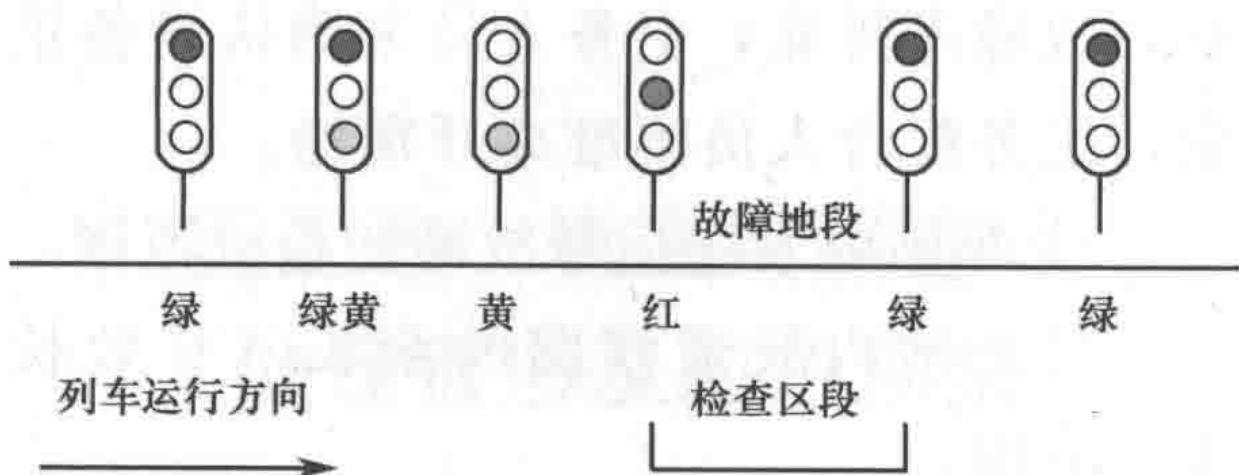

图 2
(1) 四显示故障地段（断轨或联电）影响信号正常使用示意图及检查范围，如图 2 所示。